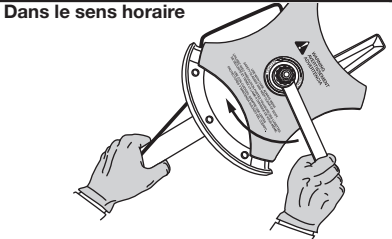

Fig. 14
- Tenez la tige de blocage et desserrez l'écrou de la lame en le tournant à droite avec une clé fermée ou à douille de 13 mm (Fig. 14).